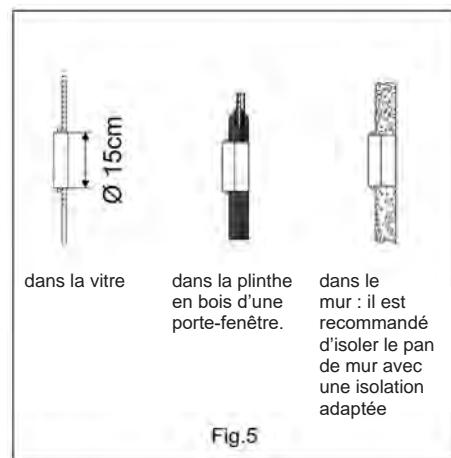

Fig.5
- Percer un trou dans un mur extérieur ou à travers une vitre. S'assurer de bien respecter les dimensions MIN/MAX pour la taille du trou et sa position (Fig. 5 et 6).